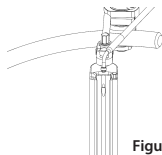

Figure 18
- Insérez délicatement les extrémités bifurquées dans les trous situés sur le dessus des **lames de l'écarteur**. (Figure 18)